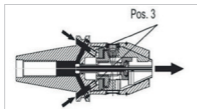

Abbildung 13: Gewindestifte öffnen Kühlmittelversorgung
1. Drehen Sie an der Bohrung „B“ die zwei Gewindestifte mit Hilfe des Innensechskant-Schlüssels mit Quergriff **SW 2,5** im Uhrzeigersinn, bis die Gewindestifte an Pos. 3 anliegen (siehe „Abbildung 13: Gewindestifte öffnen Kühlmittelversorgung“, Pos. 3).